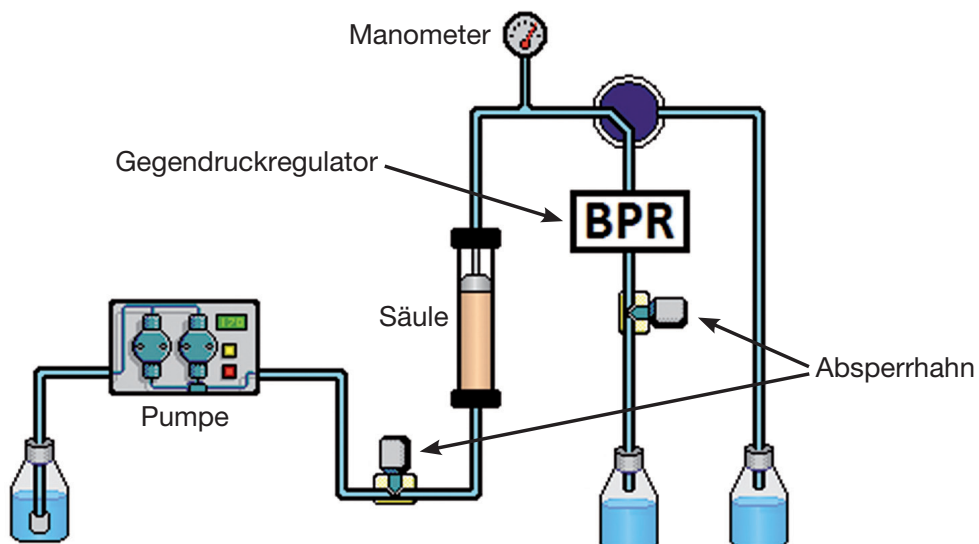

Abb. 3.2: Schematische Übersicht für den Aufbau eines Drucktests
2. Aufbau entsprechend der schematischen Übersicht für einen Drucktest (Abb. 3.2).